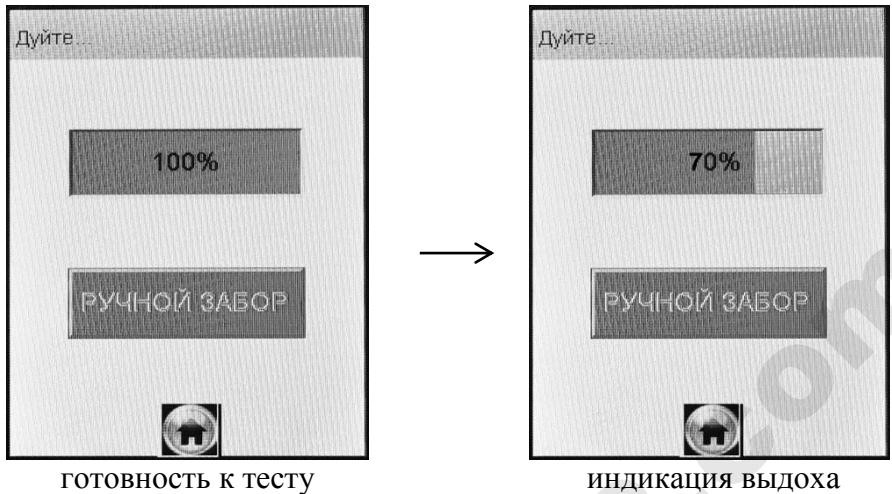

Рисунок 23 – Режим скрининга
Выберите режим скрининга . На сенсорном экране появится сообщение о готовности к тесту (рисунок 23, слева).
2.12.4 Если обследуемый обеспечивает требуемый расход выдыхаемого воздуха, во время выдоха звучит опорный звуковой сигнал, и на индикаторе продолжительности выдоха предъявляется оставшееся время выдоха в процентах (рисунок 23, справа). Выдох следует прекратить по окончании опорного звукового сигнала. Ана-